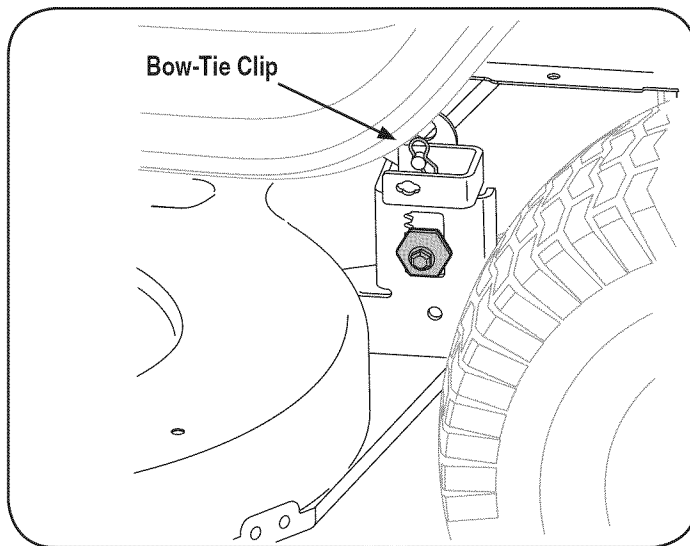

Figura 20
5. En cuanto a la plataforma de corte desde el lado izquierdo del tractor, busque el arco alfiler de corbata que asegura la vara de apoyo de cubierta en la parte trasera izquierda de la cubierta. Véase la figura. 20. Retire el arco alfiler de corbata que asegura